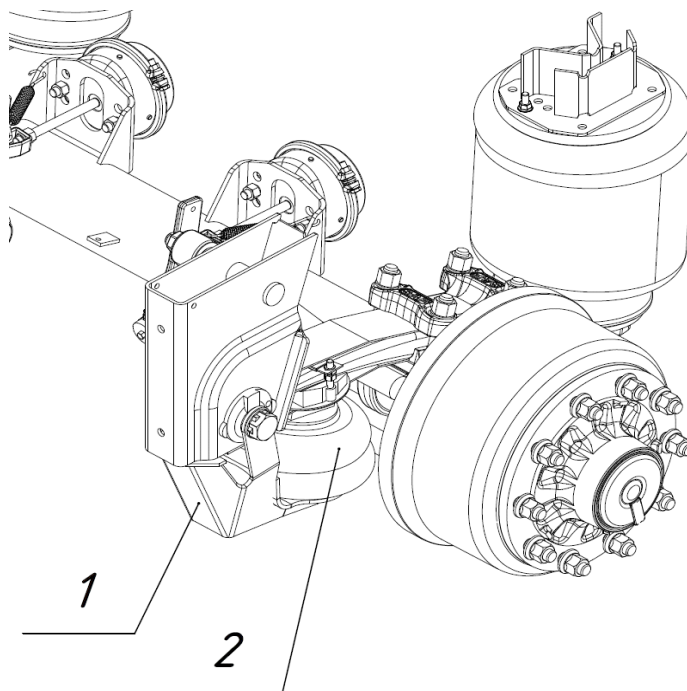

Рис. 2.8 - Механизм подъёма оси
Полуприцепы с пневматической подвеской оснащаются функцией подъёма одной оси (для типа 914210 модификация 914210). Полуприцепы с пневматической подвеской оснащаются функцией подъёма двух осей (для типа 914211 модификация 914211) с помощью двустороннего механизма подъёма (рис. 2.8), состоящего из кронштейна (1), пневмоподушки (2) и крепёжных элементов.